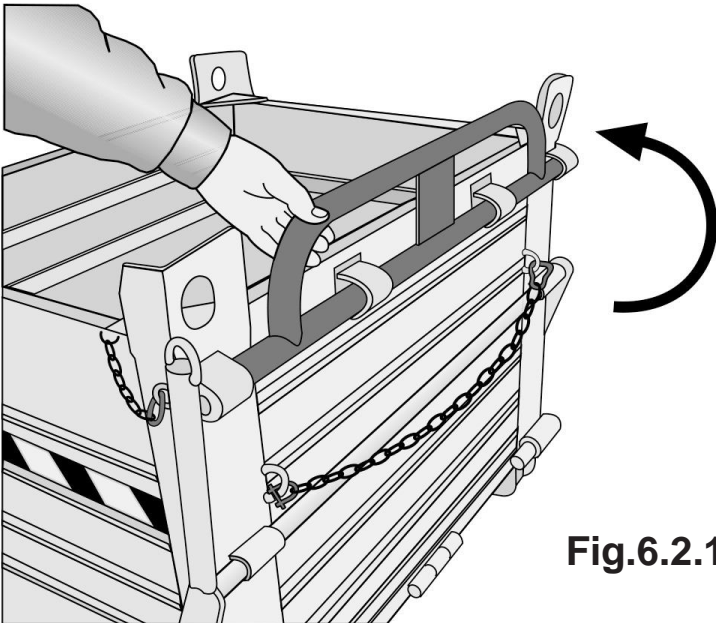

Fig.6.2.1 Soulever les poignées d'enfourchement
- 6.2.1 Soulever les poignées d'insertion (**fig. 6.2.1**).